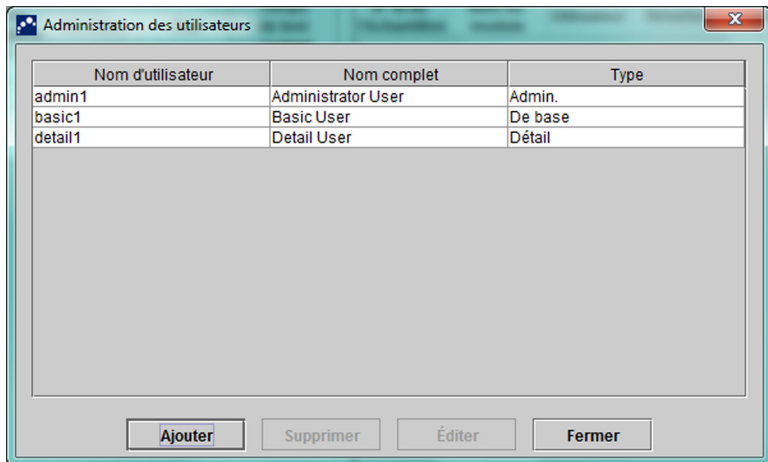

Figure 2-74. Boîte de dialogue Administration des utilisateurs
- 1. Dans la fenêtre GeneXpert Dx System (cf. Figure 2-55), cliquez sur **Administration des utilisateurs** dans le menu **Configuration**. La boîte de dialogue Administration des utilisateurs apparaît. Voir Figure 2-74.